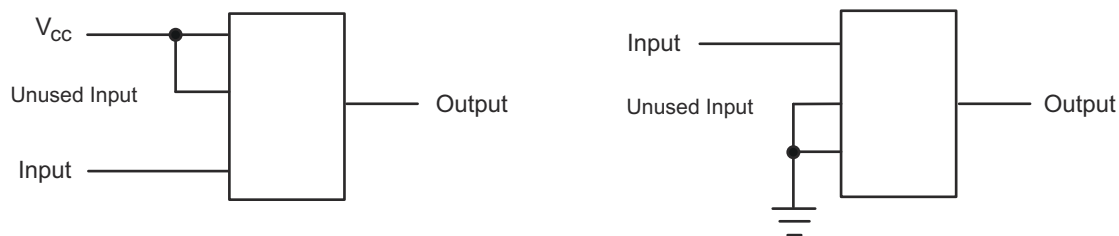

図 8-3. レイアウトの図
**図 8-3** の仕様は、あらゆる状況で遵守する必要があります。デジタル ロジック デバイスの未使用の入力はすべて、フローティングにならないように、High または Low バイアスに接続する必要があります。特定の未使用の入力に対して適用が必要となるロジックレベルは、デバイスの機能により異なります。一般に、GND または  $V_{CC}$  のうち、より適切であるかより利便性の高い方に接続されます。本部品がトランシーバでない限り、出力をフローティングにすることが許容されます。